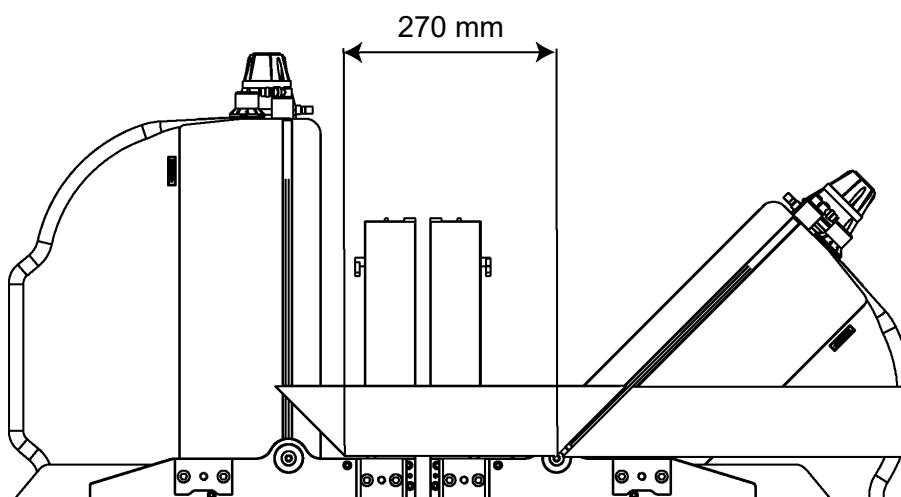

Fig. 08-03
2.ª ETAPA: A cabeça móvel corta a peça e a move alguns mm, sucessivamente a cabeça fixa o trava naquela posição. A cabeça móvel retorna à altura mínima e realiza o corte (ver Fig. 08-03).